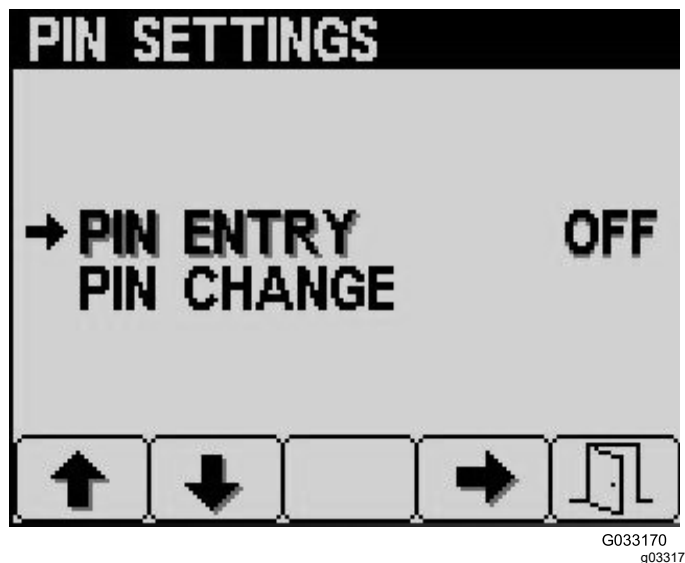

図 14
5. ボタン2を何度か押してPIN 変更PIN Changeが出たら、ボタン4で選択する(図 14)。